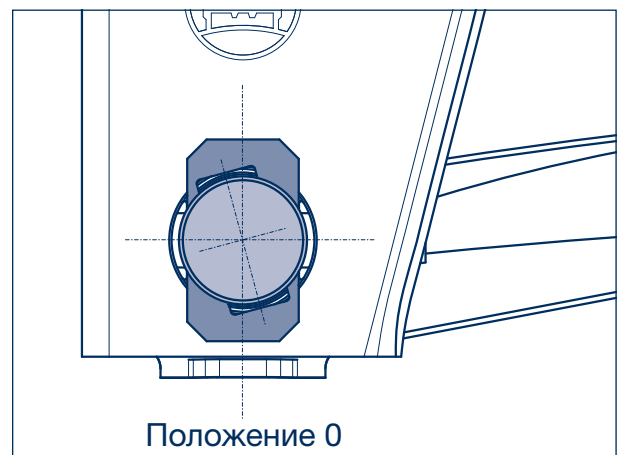

Рисунок 12
- [15] Для корректировки немного ослабить стопорные гайки (1168, размер 36/46) на пальце ушка рессоры (1154) и, в зависимости от направления настройки, переместить кулисные шайбы (1161) с обеих сторон вверх или вниз с помощью равномерных легких ударов молотком (рисунок 12 и 13).